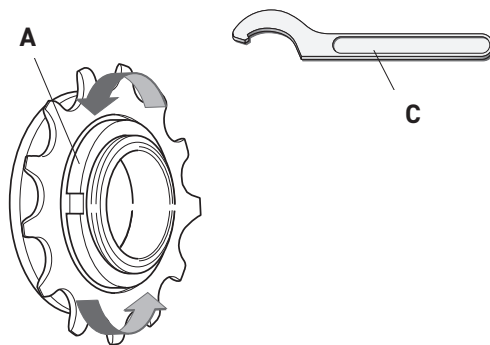

Fig. 9
- Apriete la tuerca (A - Fig. 9) utilizando una llave fija de gancho (C - Fig. 9).